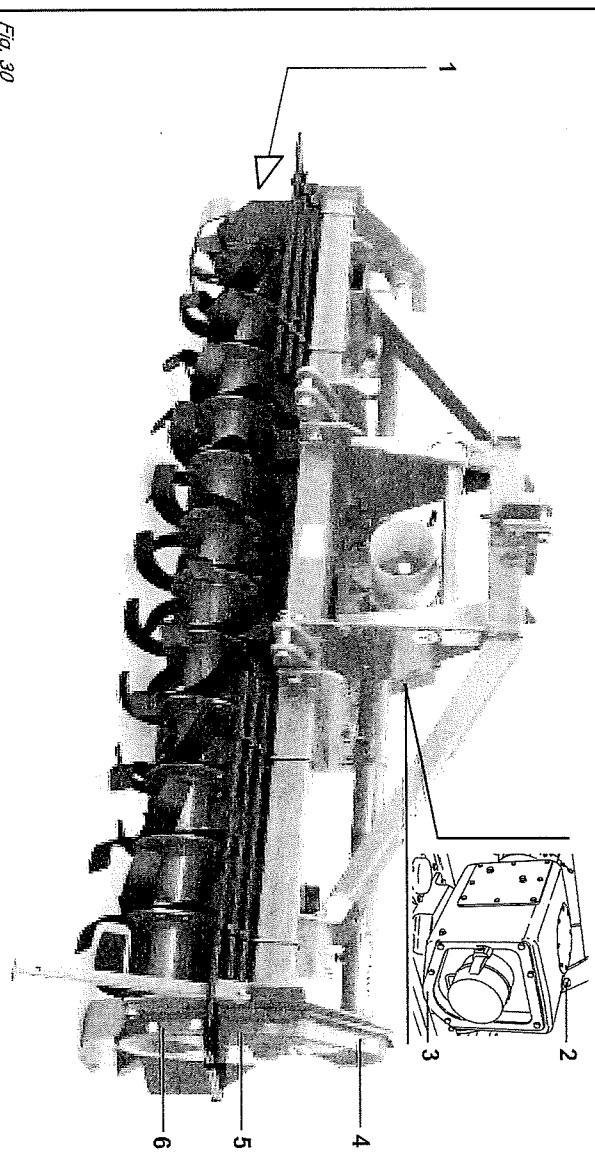

Fig. 30
- Controlar el nivel de aceite en la caja de cambio (2 Fig. 30), eventualmente rellenar hasta la muesca de nivel presente en la varilla.
- Transmisión lateral por engranajes: controlar el nivel de aceite en el carter lateral de la transmisión, desvrosando el tapón de nivel (5 Fig. 30) y controlando que salga el aceite. Eventualmente agregar aceite a través del tapón de llenado (4 Fig. 30), hasta que veamos que sale por el tapón de nivel.
- Effettuare il cambio completo dell'olio, sia cambio a sia del carter trasmissione, scaricando completamente l'olio dal tappo di scarico posto sotto la scatola riduttore (3 Fig. 30) e dal tappo di scarico trasmissione (6 Fig. 30).
- *Change the oil in the in the gearbox and transmission casing by completely draining off the old oil through the drain plug under the reduction unit (3 Fig. 30) and through the transmission drain plug (6 Fig. 30).*
- Das Öl im Getriebe wechseln. Dazu die Ölablassschraube unter dem Getriebegehäuse (3 Abb. 30) und den Stopfen des seitlichen Antriebs (6 Abb. 30) losdrehen und das Öl ausfließen lassen.
- *Vidangez entièrement l'huile du boîte de vitesse et du carter de transmission à travers le bouchon de vidange qui se trouve sous la boîte du réducteur (3 Fig. 30) et par le bouchon de vidange de la transmission (6 Fig. 30).*
- Efectuar el cambio completo del aceite, tanto la caja de cambio como también del cárter de transmisión, descargando completamente el aceite del tapón de descarga presente debajo de la caja del reductor (3 Fig. 30) y del tapón de descarga transmisión (6 Fig. 30).